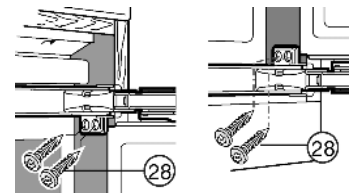

Fig. 15
- ▶ aan beide deuren met spaanplaatschroeven Fig. 15 (28) zowel boven als onder door de scharnierstrip schroeven.